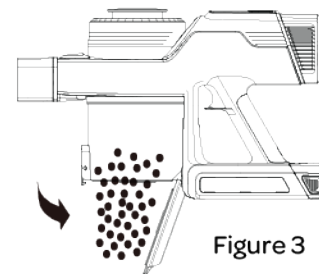

Figure 3
4. Vider la saleté et les débris du réceptacle à poussière dans une poubelle. (Figure 3)